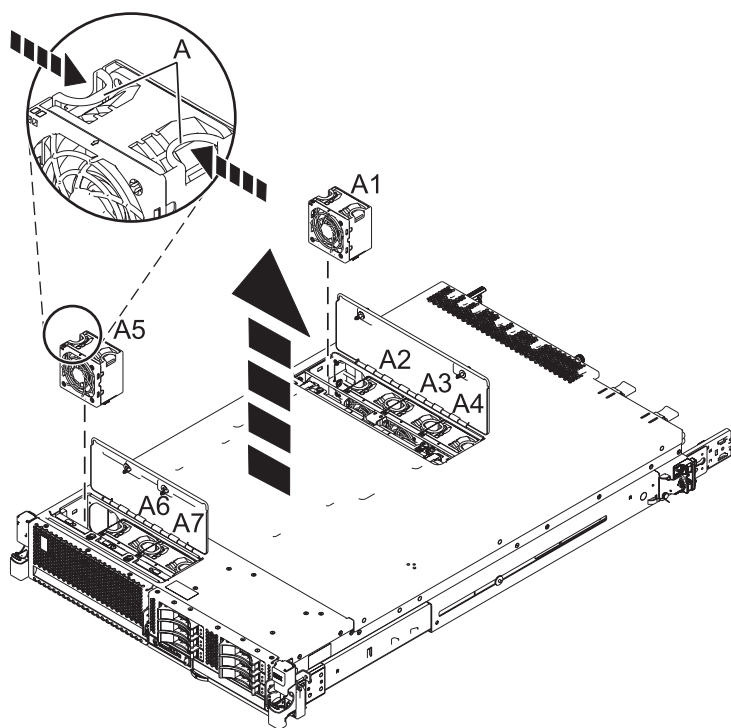

Figura 1. Extracción de un ventilador del 8246-L1C, 8246-L1D, 8246-L1S, 8246-L1T, 8246-L2C, 8246-L2D, 8246-L2S o 8246-L2T
- a. Pase el cable del chasis del ventilador a través de la abertura de la pared del chasis, como se muestra en la Figura 1.
- c. Atornille los dos tornillos (A) en el sentido de las agujas del reloj a la parte inferior del chasis.
- d. Coloque el tornillo (B) en la parte superior del chasis.
- g. Atornille los dos tornillos (C) en el sentido de las agujas del reloj y coloque los anillos en posición horizontal.